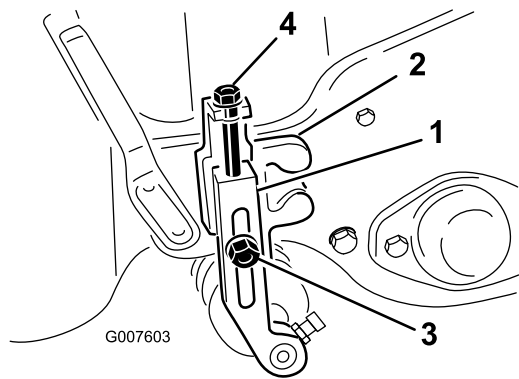

図 41
2. 刈り高アームを刈り高ブラケットに固定しているロックナットをゆるめる (図 41)。